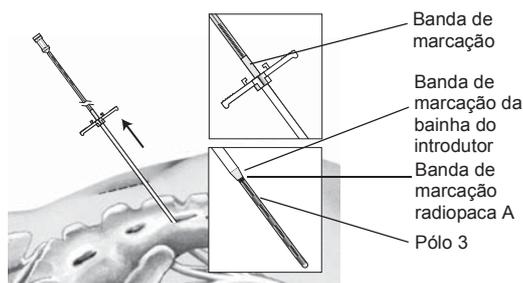

Figura 11. Retraia a bainha do introdutor para expor o pólo 3
- Mantendo o eléctrodo em posição, retraia a bainha do introdutor até que a banda de marcação visual D do eléctrodo fique alinhada com o manípulo da bainha do introdutor. Utilizando a fluoroscopia, confirme que a banda de marcação radiopaca na extremidade da bainha está proximal em relação ao pólo 3 e adjacente à banda de marcação radiopaca A do eléctrodo (Figura 11).